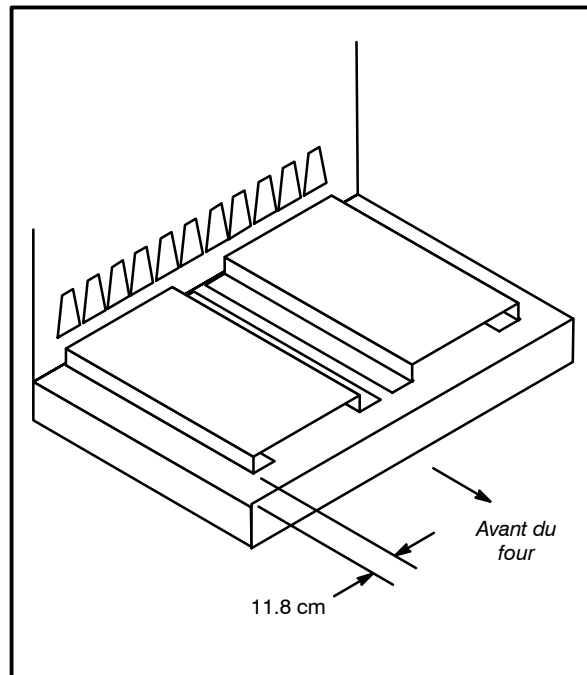

Figure 4
1. Glisser les déviateurs de gauche et de droite dans le fond de la chambre de cuisson. Voir Figure 4 pour la bonne orientation. Les bords extérieurs des déviateurs doivent être à 11,8 cm du bord du four.